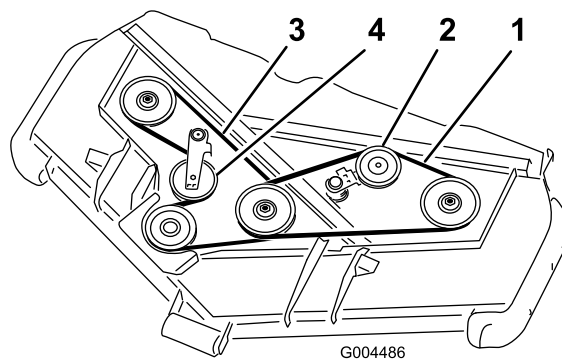

Figure 58
3. À l'aide d'une barre de levier ou d'un outil similaire, éloignez la poulie de tension de courroie supérieure (Figure 58) de la courroie pour détendre cette dernière et pouvoir la déchausser des poulies.
4. À l'aide d'une barre de levier ou d'un outil similaire, éloignez la poulie de tension de courroie inférieure (Figure 58) de la courroie pour détendre cette dernière et pouvoir la déchausser des poulies.
5. Acheminez une courroie neuve autour de la poulie de boîtier d'engrenages, des poulies d'axe inférieures et de l'ensemble poulie de tension, comme indiqué à la Figure 58.
6. Acheminez une courroie neuve autour des poulies d'axe supérieures et de l'ensemble poulie de tension, comme indiqué à la Figure 58.